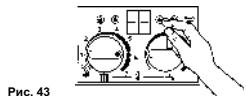

Рис. 43
- Нажать на сервиславишу и держать, пока на дисплее не засветится "-", (рис. 43).